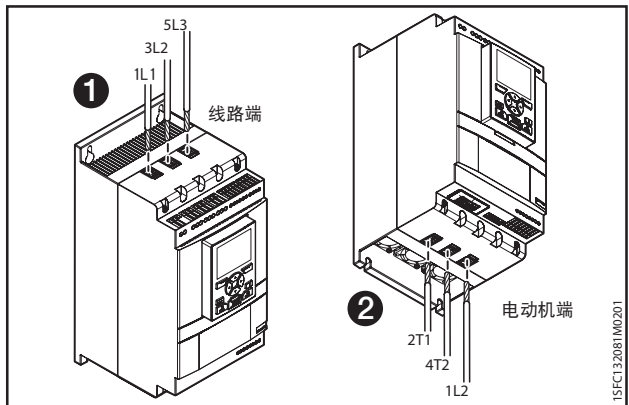
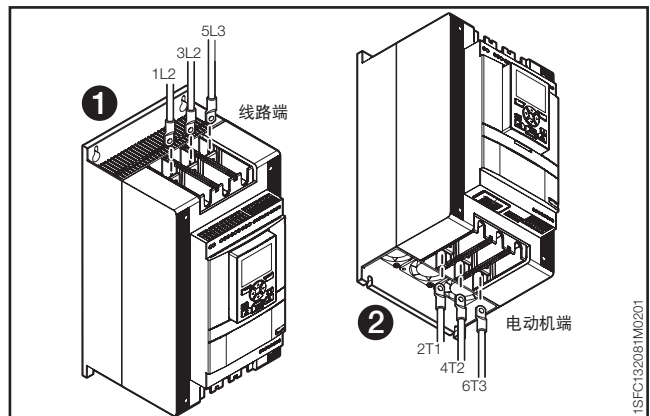

图 2.2 端子连接线夹
图 2.3 端子连接铜片
2. 连接主电路：将端子 1L1 - 3L2 - 5L3 连接到线路端 ①，并将端子 2T1 - 4T2 - 6T3 连接到电动机端 ②，请参见图 2.2。对 PSTX30...105 使用导线连接，请参见图 2.2；对 PSTX142...570 使用端子连接，请参见图 2.3。
3. 将线路端连接到端子 1L1、3L2、5L3。请参见 ① 和图 2.2。将电动机连接到电动机端上的端子 2T1、4T2、6T3，请参见 ② 图 2.2 和图 2.3。